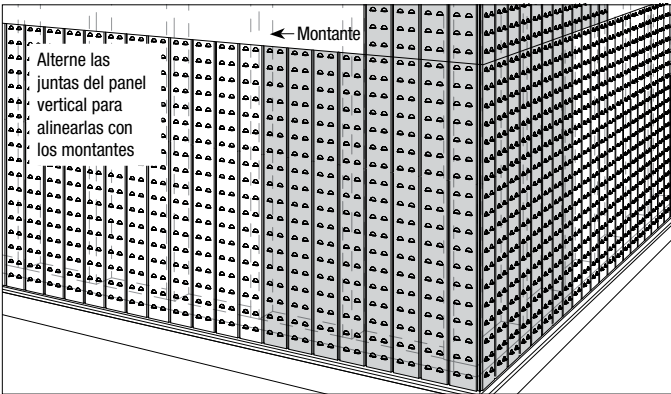

FIGURA 7
- Descanse la segunda fila de paneles sobre la primera fila. Alterne las juntas verticales del panel entre filas comenzando cada fila con paneles que tengan diferentes dimensiones. Establezca el escalonamiento cortando el primer panel en cada otra fila de paneles a la longitud requerida para terminar en el centro de un montante (vea la Figura 7).